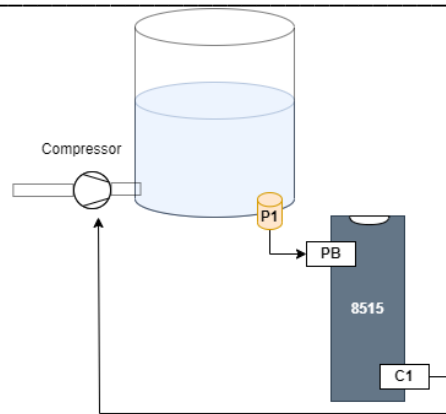

Figura 2: Tanque ligado a um compressor e o seu microcontrolador.
- b) Controlar o compressor para manter a pressão do tanque entre 100 e 200, tendo em conta a pressão lida pelo sensor **P1** (Figura 2).